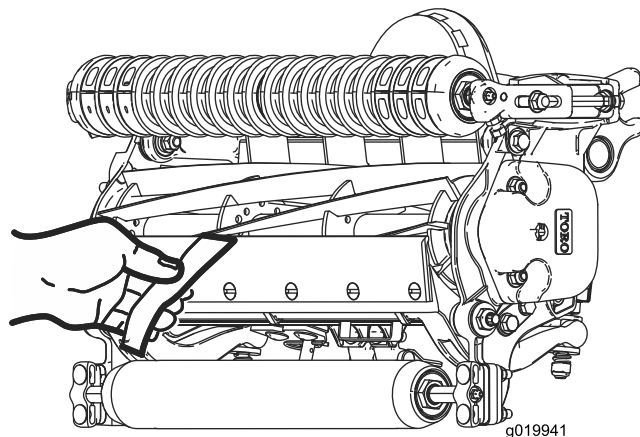

Figura 10
10. Verificate le prestazioni di taglio inserendo una lunga striscia di carta di verifica del taglio (n. cat. Toro 125-5610) tra il cilindro e la controlama, perpendicolarmente alla controlama (Figura 10). Ruotate **lentamente** il cilindro in avanti; questa operazione dovrebbe tagliare la carta.